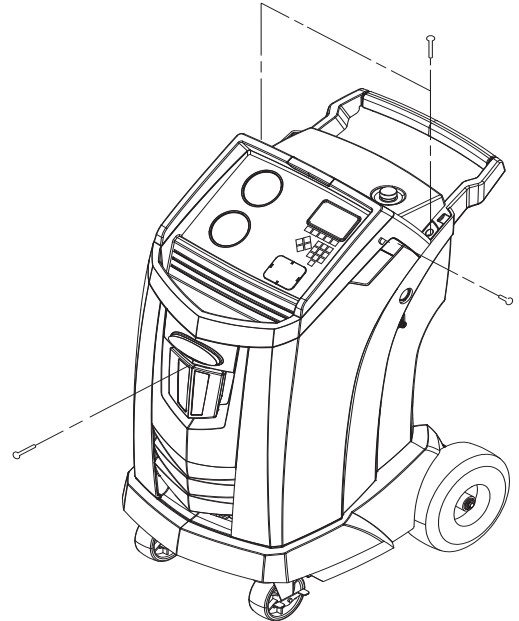

Figura 10
Apague la máquina. Retire la botella de aceite. Retire los cuatro tornillos que sujetan la cubierta. Consulte la Figura 10.
3. Extraiga los cuatro tornillos que sujetan la cubierta. Consulte la Figura 10.